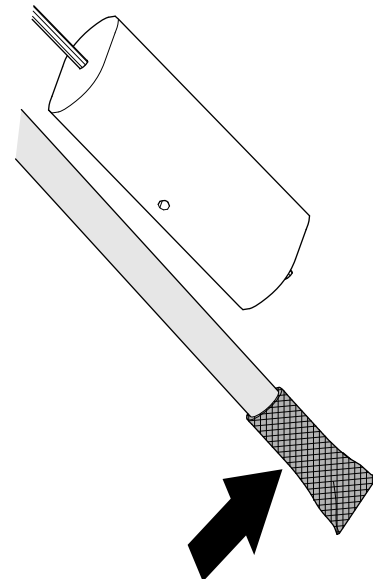

Figure 127
- Nettoyez la crépine au bout du tube d'admission de carburant (Figure 127).